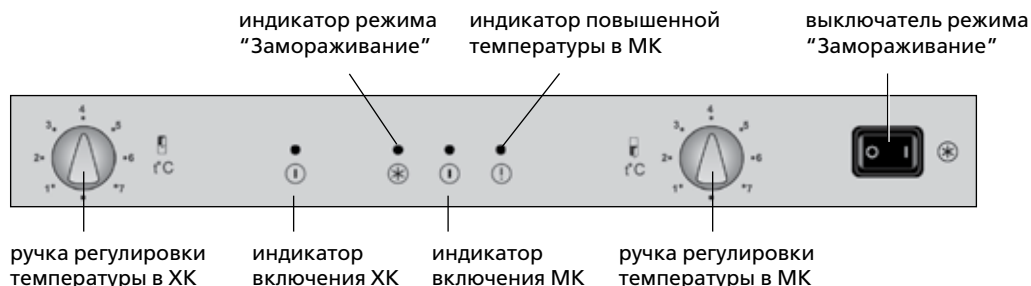

Рисунок 5 — Органы управления и индикации
3.1.2 Включение камеры и регулировка температуры в ХК или МК производится с помощью ручек (см. рисунок 5). При первом включении рекомендуется установить ручки на деление "3" или "4", выключатель — на метку "0".